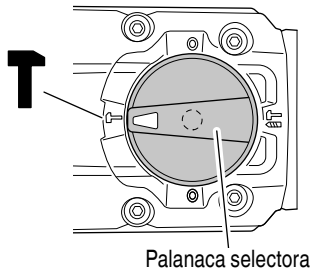

Fig. 13
- (1) Cambio a "martilleo"
- (b) Alinee las marcas ▲ de la palanca selectora y  de la tapa de la manivela como se ilustra en la Fig. 13.